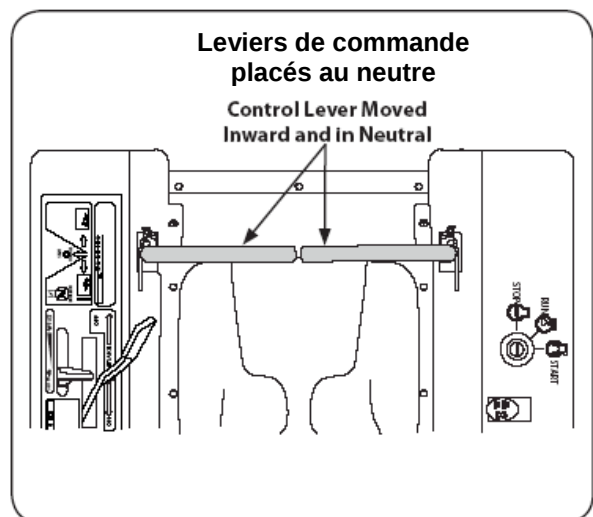

Figure 5-1
3. Déplacez les leviers de commande de gauche et de droite vers l'intérieur, dans la position neutre. (Référez-vous à la Figure 5-1.
2. Pour tourner à droite pendant que vous reculez, ramenez le levier de droite vers vous. Consultez la Figure 5-1.